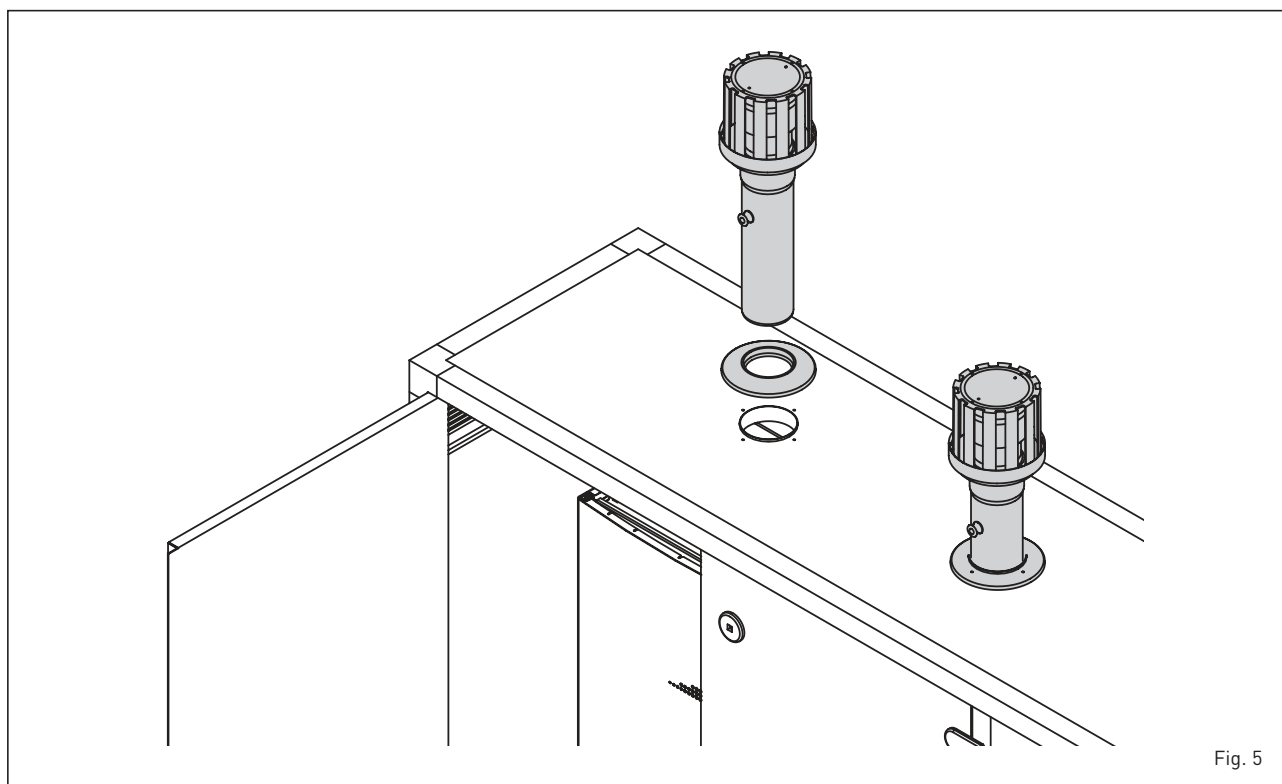

Fig. 5
2.6 EVACUATION FUMÉES POUR INSTALLATIONS EXTÉRIEURES (fig. 5)
Pour le montage de l'accessoire fourni sur demande, voir figure 5.